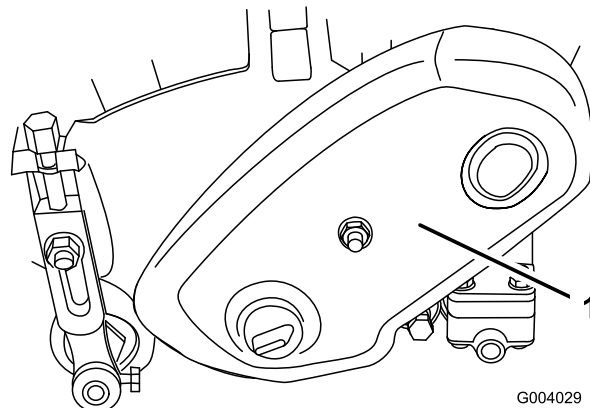

図 30
1. ベルト・カバー取り付けネジ（図 30）を外してベルトを露出させる。